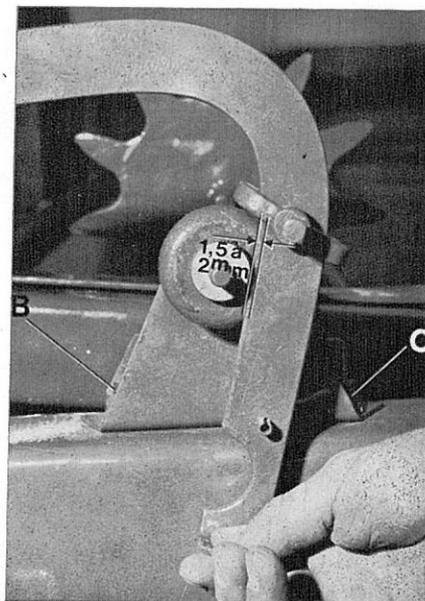

FIG. 48
3. Desserrer les boulons B et C fig. 48 et leurs équivalents côté droit.